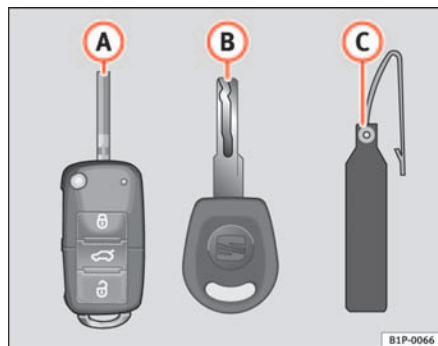

Fig. 63 Juego de llaves
- una llave con mando a distancia ⇒ fig. 63 A con espadín desplegable,
Sólo es posible hacer duplicados con el número de la llave del llavero de plástico ⇒ fig. 63 B. Por este motivo:
- Utilice las dos llaves que se entregan con el vehículo ⇒ **página 104, fig. 63**, la llave provista de emisor de radiofrecuencia  y la llave convencional .